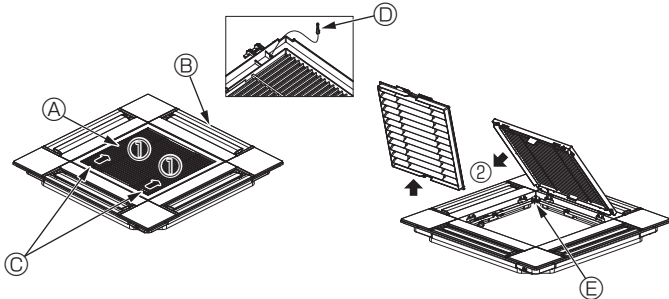

Fig. 10-3
10.2.1. Fjerning av luftgitteret (Fig. 10-3)
- Skyv spakene i pilens retning ① for å åpne luftinntak.
- Med inntaksgrillen i "åpen" posisjon, fjern hengslene av luftinntaket fra grillen som vist med pil ②.